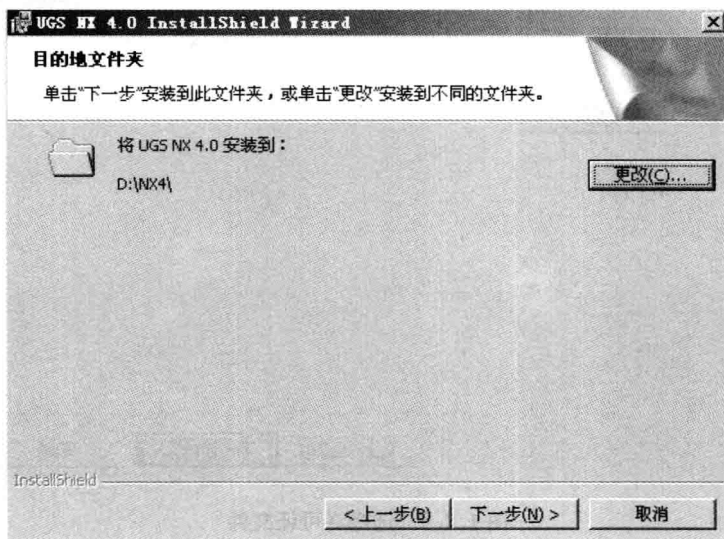

图 1.2.11 更改安装路径
- ① 典型:安装 UGS NX 4.0 全部功能,需要的磁盘空间最大。
- ② 定制:对于熟悉本软件模块的用户,可以选择此选项,定制安装自己需要的模块。
- ③ 映射的驱动器:此种安装类型是将软件安装在局域网上,共享服务器上的许可证。
- (2) 单击“下一步”按钮,出现如图 1.2.11 所示对话框,可更改 UGS NX 4.0 的安装路径。